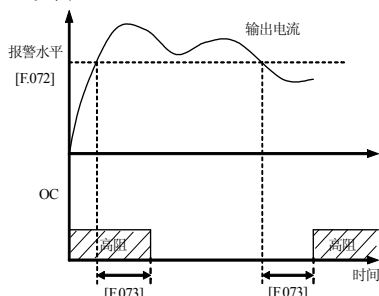

图 4-14 过载报警
- 4: 过载报警 当变频器的输出电流超过过载报警水平时，经过设定的报警延时时间后，输出有效信号（低电平）。当变频器的输出电流低于过载报警水平时，经过同样的延时时间后，输出无效信号（高阻）。见图 4-14